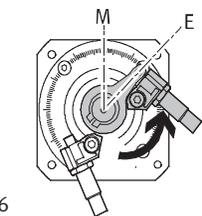

Fig. 16
6. Skjut fram dämparfästet och dämparen (elastomerdämpare eller stötdämpare) mot anslagsarmen. Dämpningsslaget måste tryckas igenom tills hylsan för respektive dämpare ligger an mot anslagsarmen (Fig. 16). Håll vid behov emot på sexkanten.